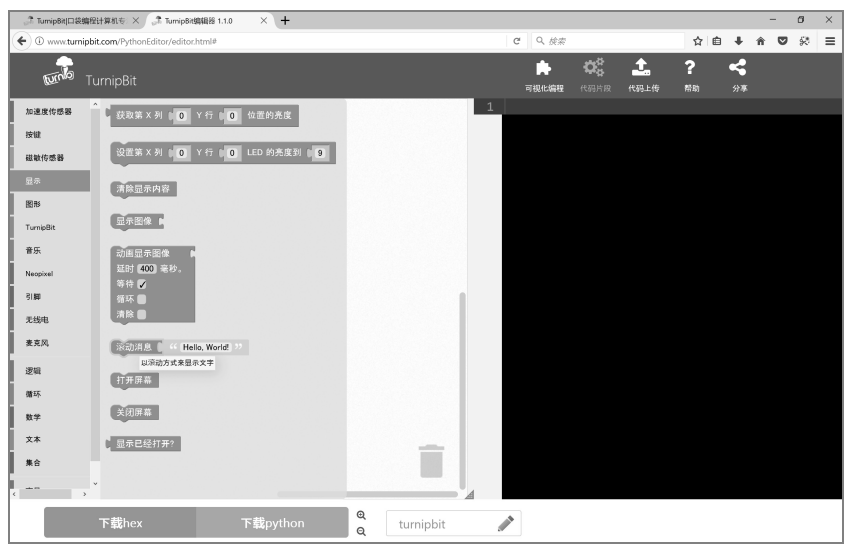

图 2-3 使用“显示”块
② 在左侧的块选择区找到“显示”块，用鼠标选中滚动消息 “Hello, World! ”，如图 2-3 所示。